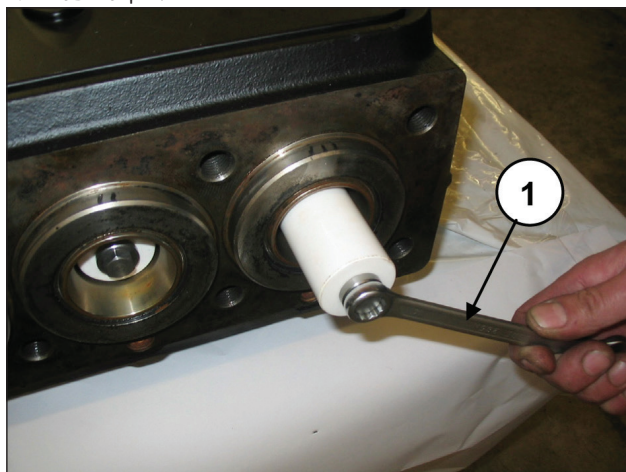

Рис. 156
Демонтируйте поршни, открутив крепежные винты (поз. ①, Рис. 156).